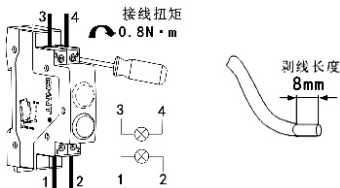

图5 ND9接线方式
6.4 适用于 6mm^2 及以下铜导线连接，接线方式及剥线长度示意如下图5